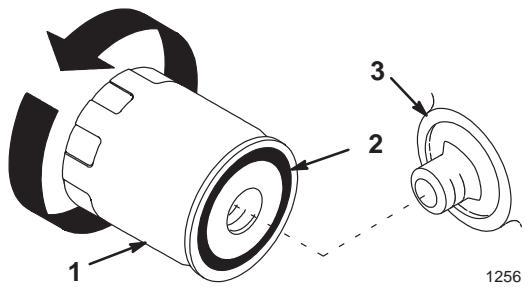

Bild 17
10. Wechseln Sie den MotorölfILTER bei Bedarf (Bild 17).
2. Entfernen Sie den alten Filter und wischen Sie die Oberfläche der Filterzwischenstückdichtung (Bild 17) ab.
3. Schmieren Sie die Gummidichtung am neuen Ölfilter (Bild 17) mit etwas Frischöl ein.
5. Drehen Sie den Ölfilter im Uhrzeigersinn, bis die Gummidichtung das Filterzwischenstück berührt. Ziehen Sie ihn dann um eine weitere 1/2 bis 3/4 Umdrehung fester (Bild 17).